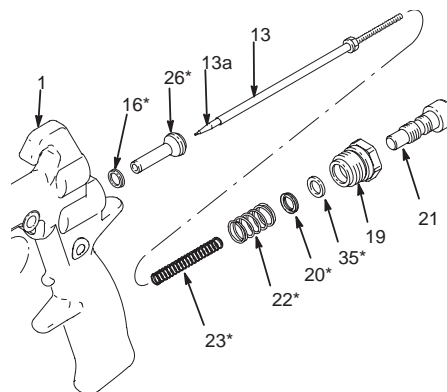
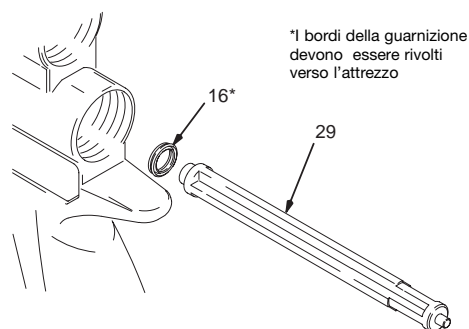
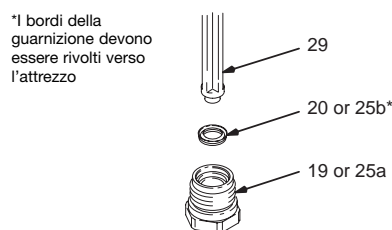

Fig. 26
Fig. 27
Fig. 28
4. Una alla volta, installare le nuove guarnizioni (25b) con l'attrezzo per l'installazione delle guarnizioni (29); il bordo della guarnizione deve guardare verso l'attrezzo come mostrato nella Fig. 28.
1. Rimuovere il dado della valvola (19), la molla della valvola dell'aria (22) e la guida della valvola dell'aria (26). Fig. 26.
2. Con un puntale meccanico, rimuovere la guarnizione (16) dal corpo della pistola.
3. Posizionare la nuova guarnizione (16) sull'attrezzo per l'installazione delle guarnizioni (29), con i bordi della guarnizione rivolti verso l'attrezzo come mostrato nella Fig. 27.
4. Spingere la guarnizione (16) nella parte posteriore della pistola fino a sentirne lo scatto definitivo.
5. Con un puntale meccanico rimuovere la guarnizione (20) e la guarnizione spaziatrice (35) dal dado della valvola regolazione prodotto (19). Fare attenzione a non rovinare la superficie della guarnizione di tenuta o la filettatura interna del dado.
6. Installare una nuova guarnizione (20) con l'attrezzo per l'installazione della guarnizione (29); i bordi della guarnizione devono essere rivolti verso l'attrezzo come mostrato nella Fig. 28. Questo aiuterà ad applicare pari pressione ai bordi della guarnizione senza danneggiarli.
7. Spingere la guarnizione (20) e la guarnizione spaziatrice (35) nel dado della valvola regolazione prodotto (19) fino a sentirne lo scatto definitivo.